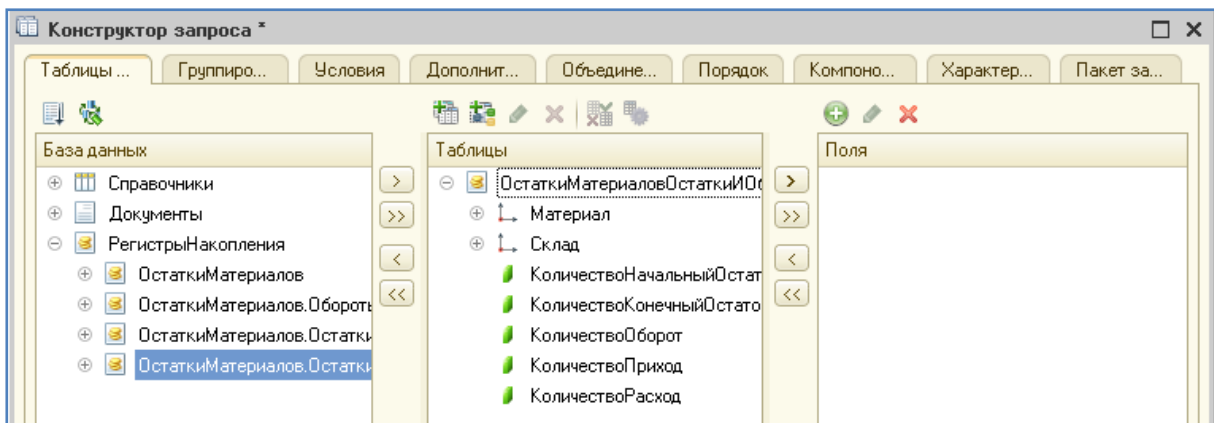

Рис. 19. Работа с конструктором запроса
5. В списке Базы данных раскроем Регистры накопления и выберем двойным щелчком мыши виртуальную таблицу ОстаткиМатериалов.ОстаткиИОбороты (рис. 19).